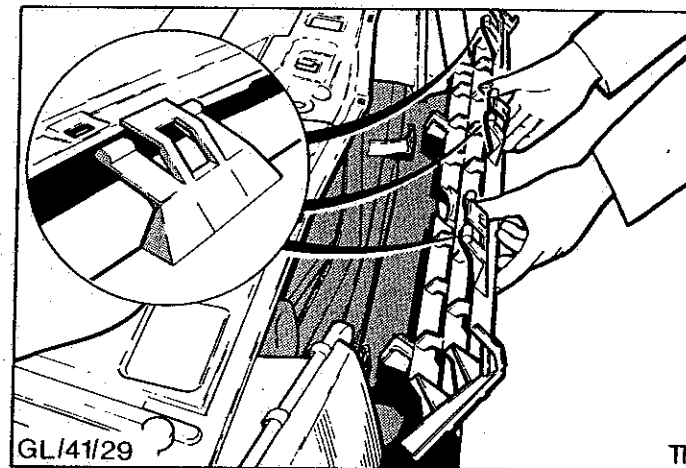

Abb.62 Kühlergrill anbauen
7. Kühlergrill anbauen, Abb.62, Batterie anklemmen.